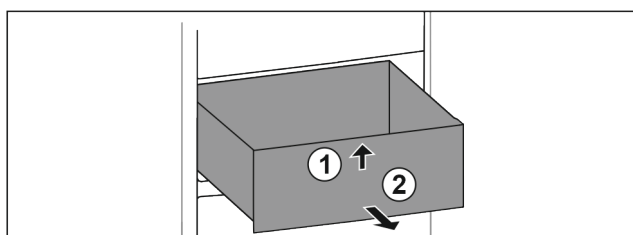

Fig. 191
- Tirer le tiroir jusqu'en butée. Fig. 191 (1).
- Soulever la partie avant du tiroir. Fig. 191 (2).
- Retirer le tiroir par l'avant. Fig. 191 (2)